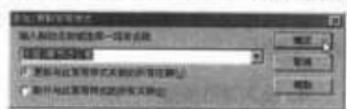

图 6-160 选择常用类型名称
(3) 单击 (添加或更新常用类型) 工具，如图 6-160 所示，在弹出的“添加或更新常用样式”对话框中选择需要以此样式进行更新的常用类型名称。
(4) 点选“更新与此常用尺寸关联的所有注解”单选钮，然后单击“确定”按钮。
(5) 单击 (确定) 按钮退出“尺寸”属性管理器。